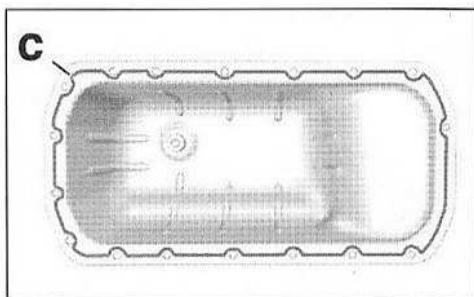

FIG.18
- Appliquer soigneusement un cordon de pâte d'étanchéité (c) sur le plan de joint du carter d'huile (Fig.18).
- Vérifier que la cible (11) n'est pas endommagée.